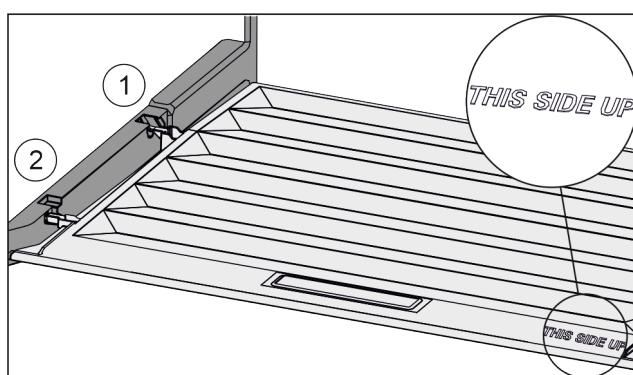

Fig. 44
- Вставить поперечные ребра крышки через отверстие заднего держателя Fig. 44 (1) и защелкнуть спереди в держателе Fig. 44 (2).